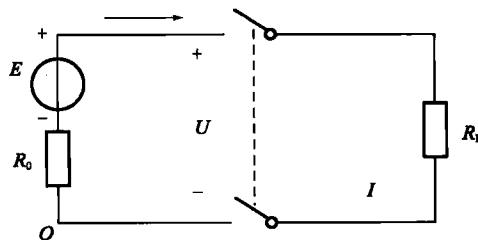

图 1-9 电源有载工作电路
前面主要介绍了不含电源的一段电阻电路，而在实际电路中往往是含有电源的闭合电路。如图 1-9 所示的电路是一个简单的电源有载工作电路，电路中 R_L 为负载电阻， R_0 为电源内阻， E 为电源电动势。下面从这个简单的有源闭合电路出发，得出电源有载工作电路的常规分析方法。
[例 1-2] 在图 1-9 所示的电路中，已知电源电动势 $E=220V$ ，内阻 $R_0=10\Omega$ ，负载 $R_L=100\Omega$ ，求：(1) 电路电流 I ；(2) 电源端电压 U ；(3) 负载上的电压降；(4) 电源内阻上的电压降。